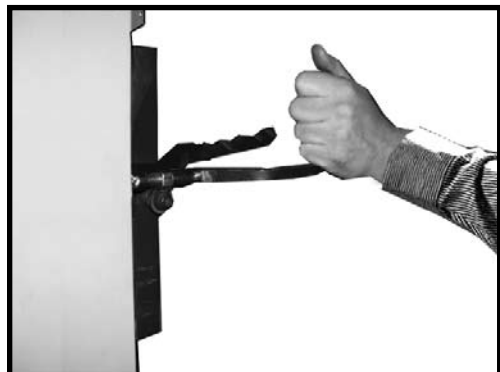

Figure 9
5. PULL DRAFT CONTROL LEVER ALL THE WAY FORWARD (Fig.9).